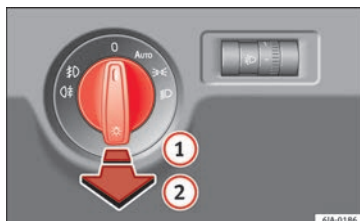

Abb. 132 Kombiinstrument: Lichtschalter
- Drehen Sie zunächst den Lichtschalter » Abb. 132 in die Stellung **AUTO**, » oder ».
- Ziehen Sie den Lichtschalter in die Position ①.
- Drehen Sie zunächst den Lichtschalter **» Abb. 132 » Seite 128** in die Stellung **AUTO**,  oder .